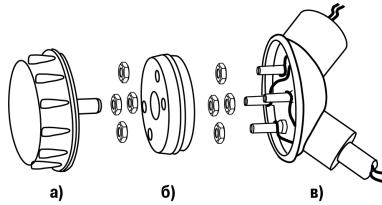

Рисунок 6.3 – Монтаж прибора
1. Подключить соединительные кабели ИП и датчиков к четырем клеммным винтам, запрессованным в корпус коммутационной головки первичного датчика, – рисунок 6.3. в.
3. Надеть прибор (через четыре сквозных отверстия с запрессованными клеммными втулками) на клеммные винты корпуса коммутационной головки первичного датчика – рисунок 6.3. б.
5. Навинтить крышки на корпус прибора – рисунок 6.3. а.